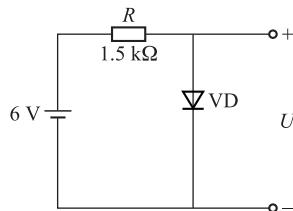

图 1-17 练习题 1.3.3 图
1.3.3 如图 1-17 所示电路,  $VD$  为理想二极管, 判断二极管是导通还是截止。输出电压是多少?